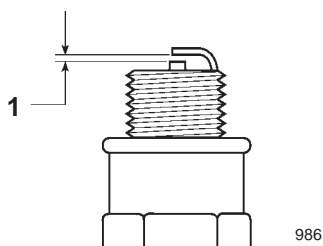

Figure 16
5. Réglez l'écartement des électrodes de la bougie neuve à 0,50 mm (Fig. 16).